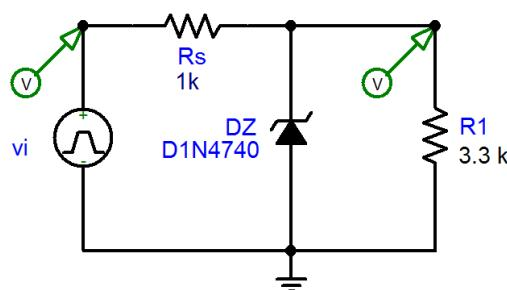

Figura 7.
**Questão 9** – Desenhar, para o regulador zener da Figura 7, os sinais de tensão de entrada, tensão de saída e corrente no diodo zener. O sinal de entrada é uma onda quadrada (simétrica em relação ao eixo t) de 40 Vpp (5 kHz). Diodo 1N4740: apresenta uma tensão nominal  $V_Z = 10$  V.